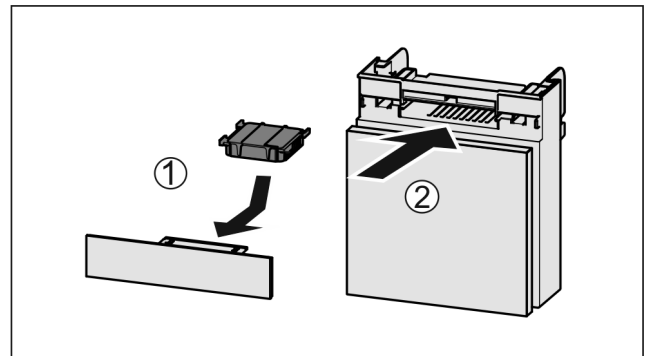

Fig. 60
- ▶ Aktivkohlefilter nach Abbildung einsetzen Fig. 60 (1).
- ▶ Fach einschieben Fig. 60 (2).